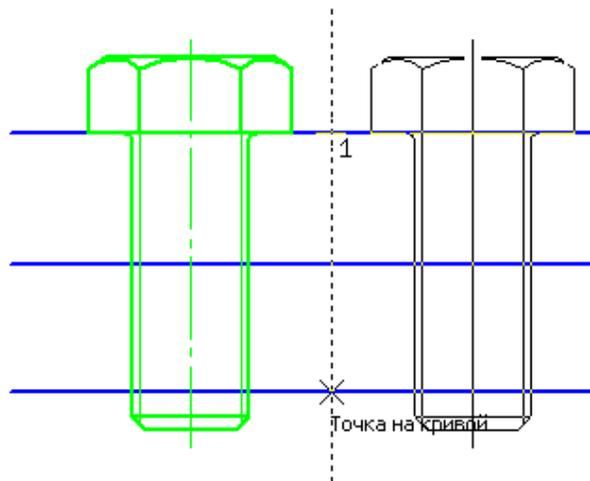

Рисунок 39. Создание симметричного изображения.
2. Нажмите кнопку *Симметрия* на панели *Редактирование*. Укажите две точки прямой, относительно которой нужно получить симметричное изображение (прямая линия отрисовывается пунктиром). Пусть, например, это будет вертикальная прямая, немного смещенная вправо от изображаемого болта (рис. 39).